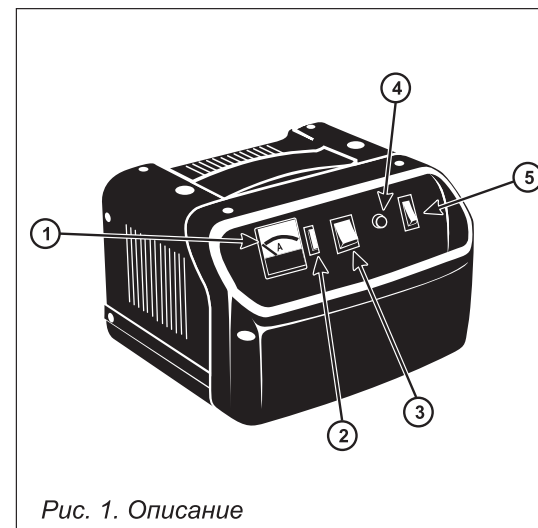

Рис. 1. Описание
4. ОПИСАНИЕ (рис. 1)
- Установите на панели управления нужный режим заряда (см. рис. 1):